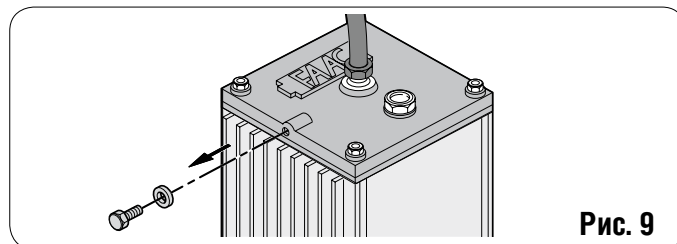

Рис. 9
- Выкрутите и сохраните сапун (Рис. 9)
1. Убедитесь, что сапун отсутствует (рис.9).
3. Закрутите винт сапуна на гидростанции (рис. 9)